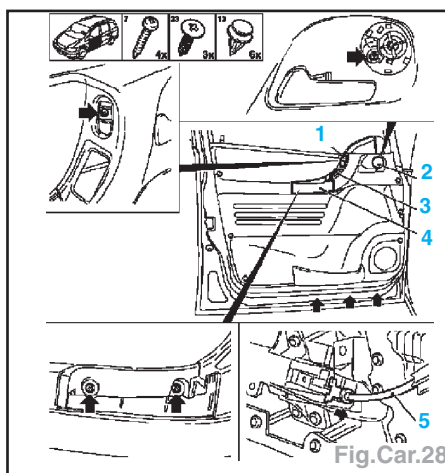

Fig.Car.28
- Déposer la poignée de retenue (4) (Fig.Car.28).